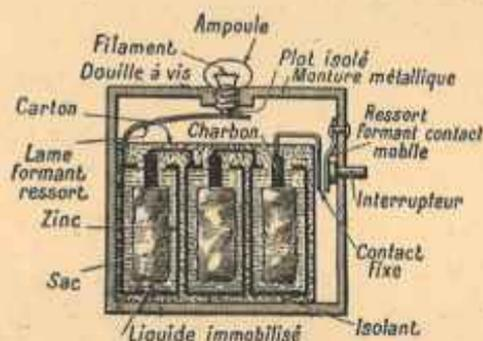

FIG. 88. — Lampe de poche alimentée par une batterie de trois piles sèches.
(1) Si l'on compte deux heures et demie ou trois heures d'éclairage moyen par jour.
(2) Indépendamment de l'économie réalisée sur le prix d'achat.
(3) Les « lampes perpétuelles » ne comportent pas de pile : la tension est obtenue au moyen d'une minuscule machine génératrice, qu'on fait tourner en serrant et desserrant les doigts.
batterie de trois piles sèches, montées en série (fig. 88). Les piles sèches reposent sur le même principe que les piles de sonnerie, dont nous parlerons plus tard (§ 85). Strictement parlant, ces piles ne sont pas sèches : le liquide est immobilisé par incorporation d'une substance visqueuse, qui varie avec les constructeurs (1).
Un coup d'œil sur la figure 88 permet de se rendre compte comment fonctionne la lampe de poche :